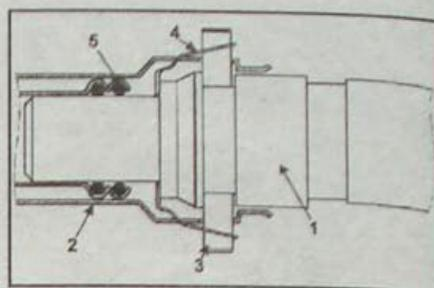
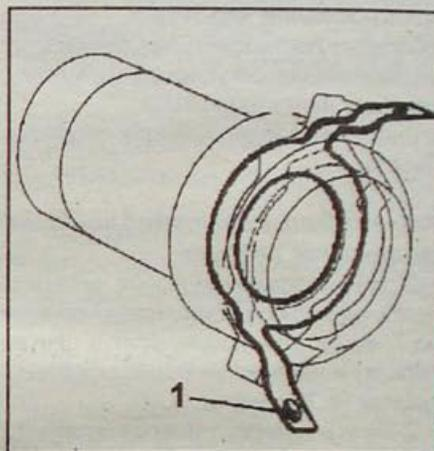

Рис. 1.95. Штуцера шлангов радиаторов отопителя салона:
Рис. 1.97. Расположение индикаторов (1) подтверждения быстроразъемного соединения
- Для соединения нажмите на скобы кольца (3, рис. 1.95) и одновременно вдавите часть (1), которая, нажимая на часть (4), убирает индикаторы (1, рис. 1.97), подтверждая соединение.
- Разъемы шлангов радиаторов отопления выполнены по типу быстроразъемного соединения (рис. 1.95).